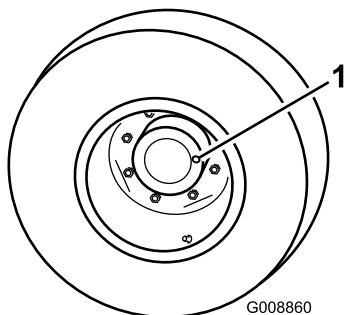

Figura 13
- Coloque a máquina numa superfície nivelada e posicione a roda de forma a que o tampão de verificação/escoamento (Figura 13) se encontre na posição das três ou nove horas.